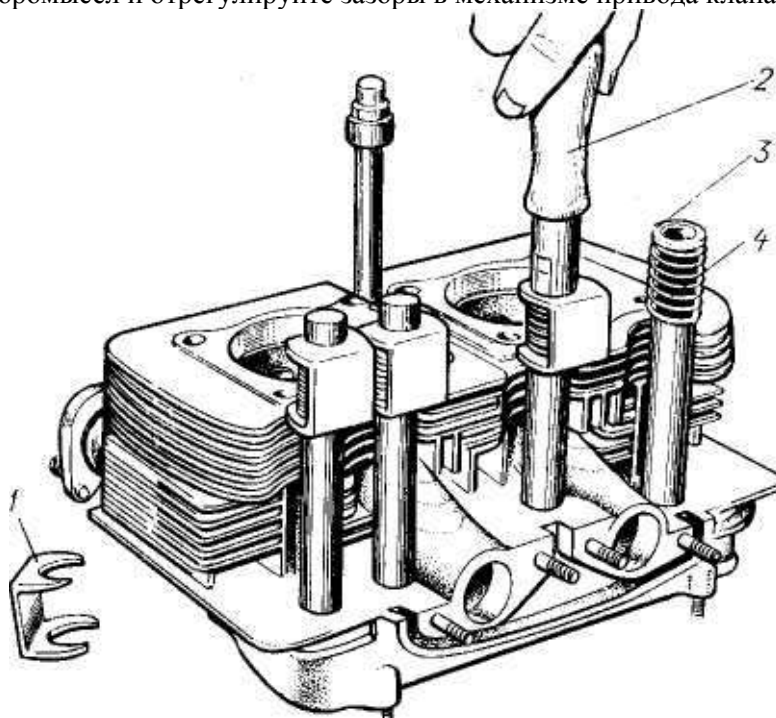

Рис. 54. Сжатие пружин с шайбами специальной оправкой и крепление их технологическими скобами: 1 — технологическая скоба; 2 — оправка; 3 — шайба; 4 — пружина
- специальной оправкой 2 (рис. 54) сожмите пружины с шайбами и заведите технологические скобы 1;